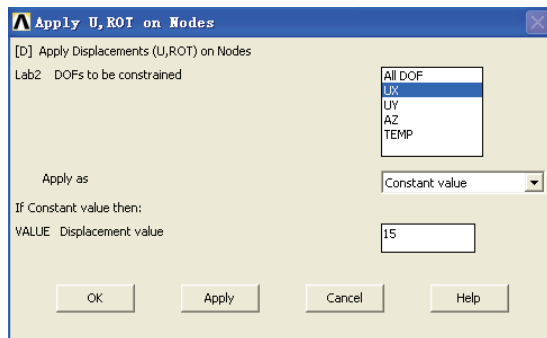

图 4-92 施加位移载荷对话框
14) 选择 Main Menu | Solution | Define Loads | Apply | Structural | Displacement | On Nodes 命令, 出现 Apply U,ROT on N 拾取菜单, 单击 Pick All 按钮, 出现 Apply U,ROT on Nodes 对话框, 在 Lab2 DOFs to be constrained 列表框中选择 UX, 在 VALUE Displacement value 输入栏中输入 15, 如图 4-92 所示, 单击 OK 按钮关闭该对话框。